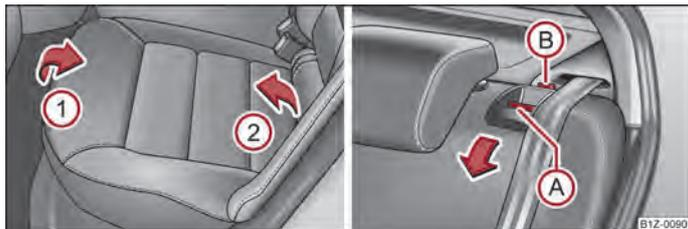

Fig. 47 Rebatir o assento para a frente / destravar o encosto do banco
- Puxe o assento para cima, no sentido da seta ①, e rebata-o para a frente no sentido da seta ② ⇒ Fig. 47.
- Carregue no botão de desbloqueio ① e rebata o encosto do banco para a frente.
- Assegure-se de que o pino vermelho ② está tapado ⇒ Fig. 47.